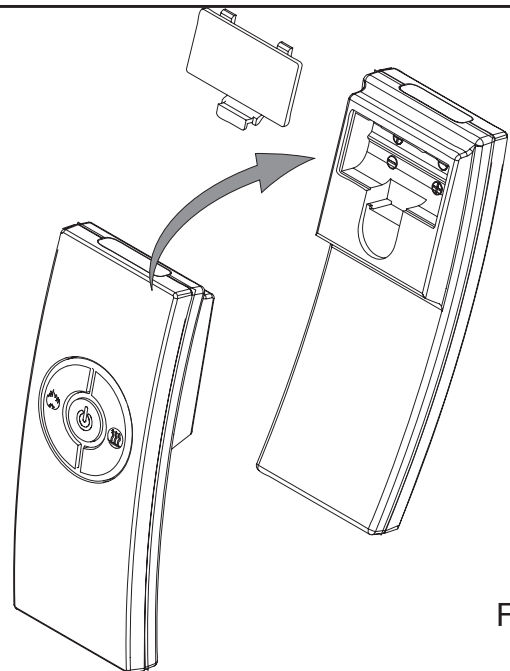
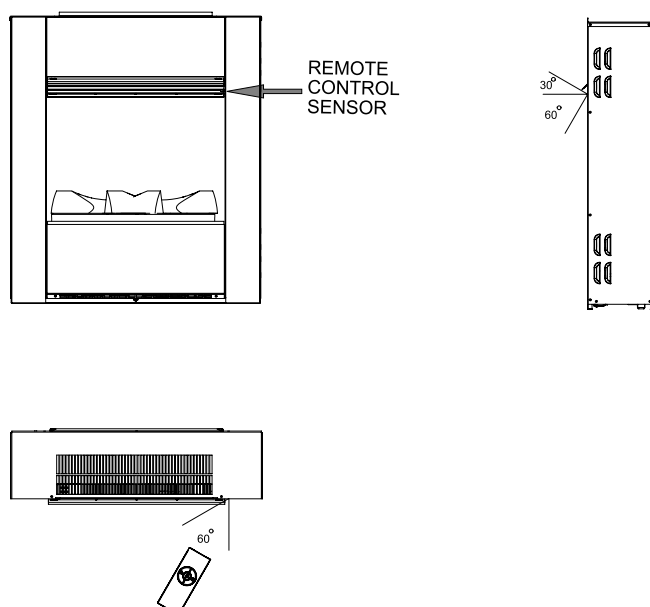

Fig.7
Fig.12
Op het bedieningspaneel moet schakelaar 'A' (zie Afb. 2) ingesteld zijn op de 'AAN' (I) stand zodat de afstandsbediening werkt. De afstandsbediening is voorzien van drie toetsen. (Zie Afb. 7) Voor de juiste werking moet de afstandsbediening gericht worden op de warmte-uitlaat. (Zie Afb. 12. De afstandsbediening functies zijn als volgt: